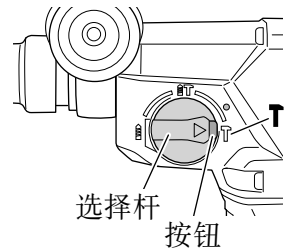

图 27
按下按钮并将选择杆对准 **T** 记号，可以将电动锤钻设置为只锤钻模式 (图 27)。
- (3) 旋转选择杆，使其对准 **T** 记号 (图 27)。尖钻头或冷镗被锁定